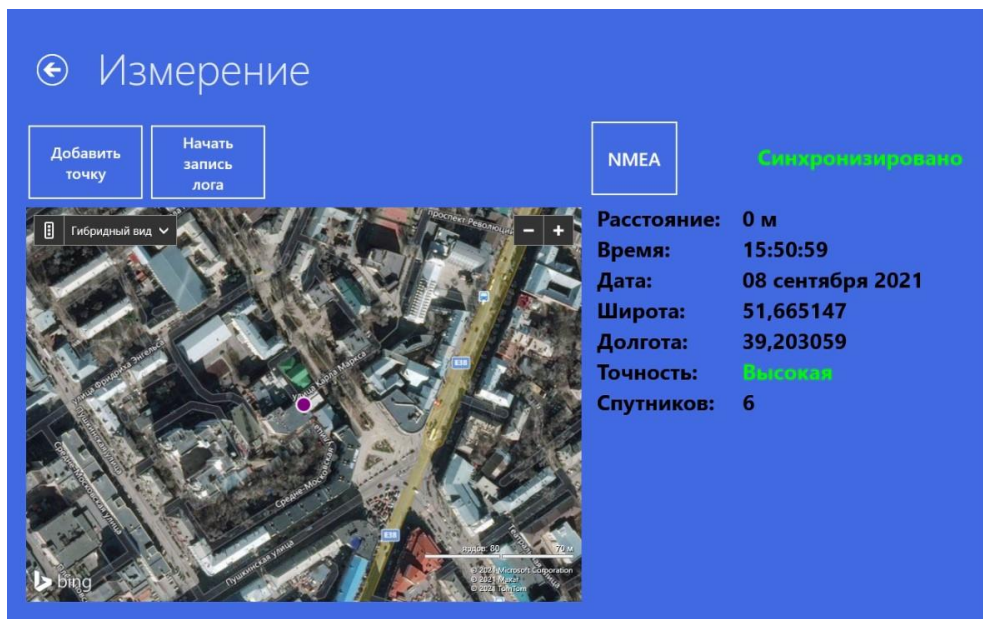

Рисунок 24 - Основное окно режима работы «Измерения»
– текущая дата, в который раз в минуту будут записаны следующие параметры: широта, долгота, время (рис. 24).